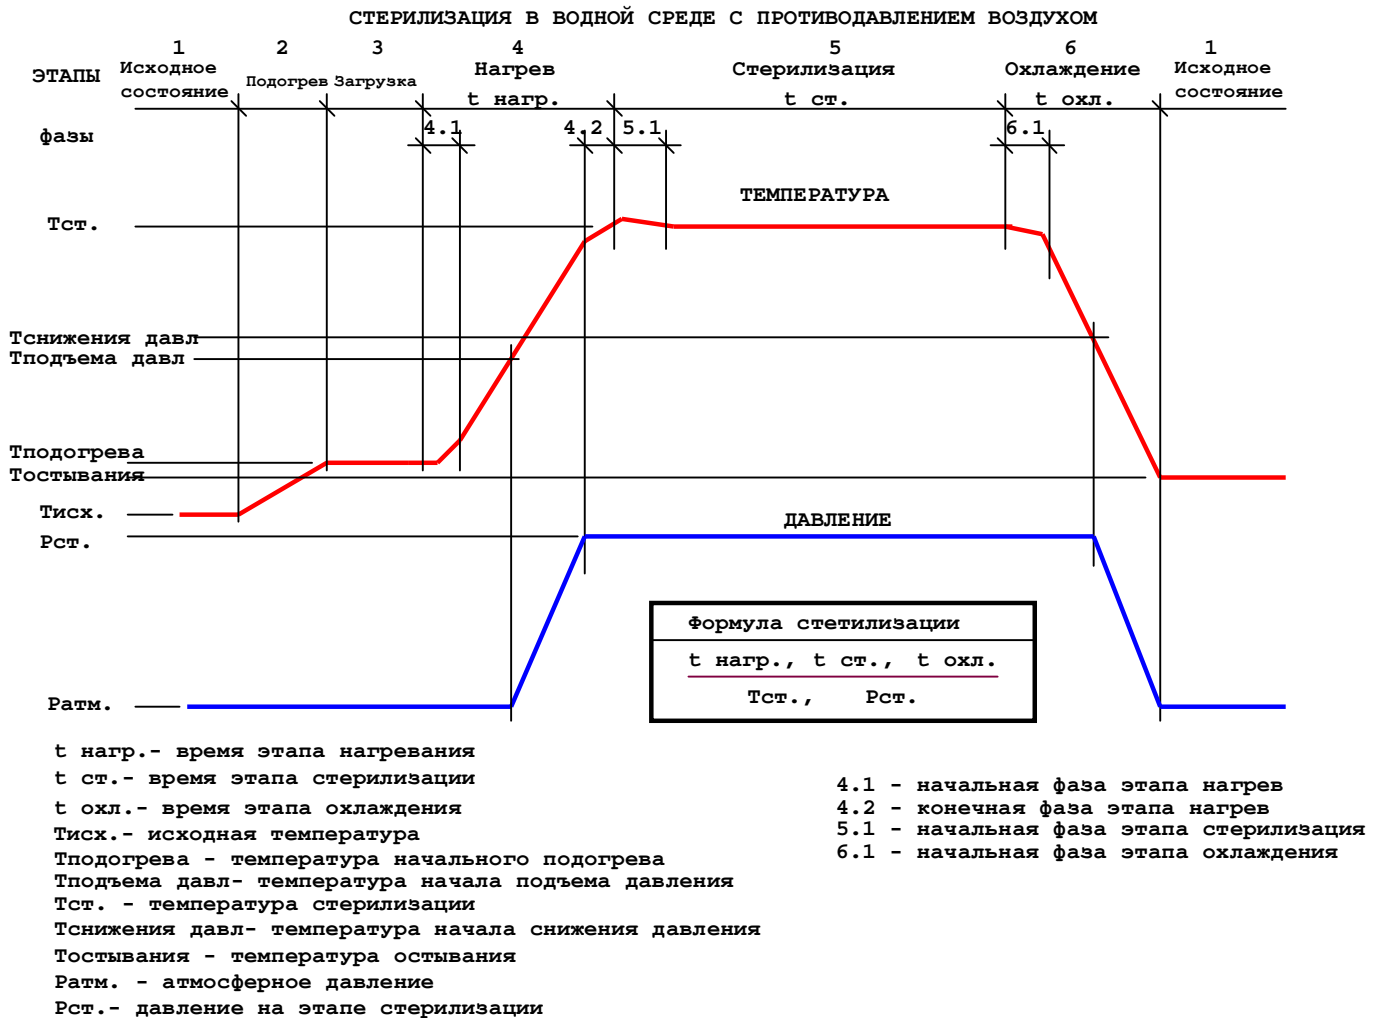

Рис. 3
6.1. Типовые графики температуры и давления для данного режима стерилизации приведены на рис. 3.